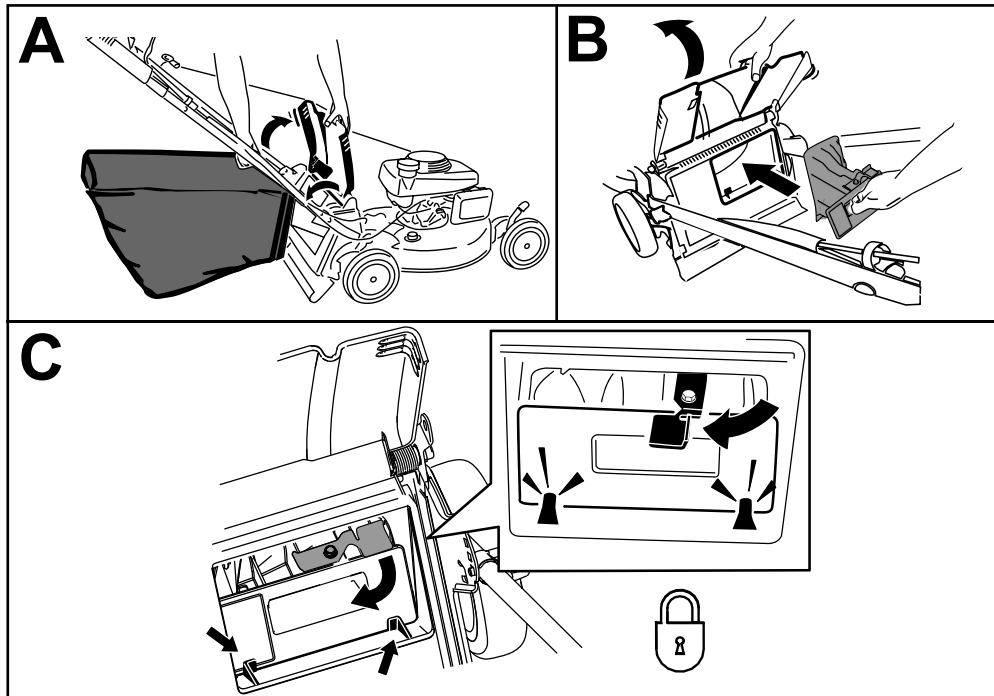

Figura 24
1. Levante y sujete el deflector trasero y levante la bolsa de recogida por el asa para separarla de las muescas de los soportes del manillar (Figura 24, A).
2. Instale el tapón trasero (Figura 24, B).
**Importante:** Asegúrese de que el tapón trasero está bloqueado en su sitio. Para bloquear el tapón, presione firmemente hasta que encaje en su lugar detrás de las pestañas, y gire la palanca del tapón a la izquierda (Figura 24, C).